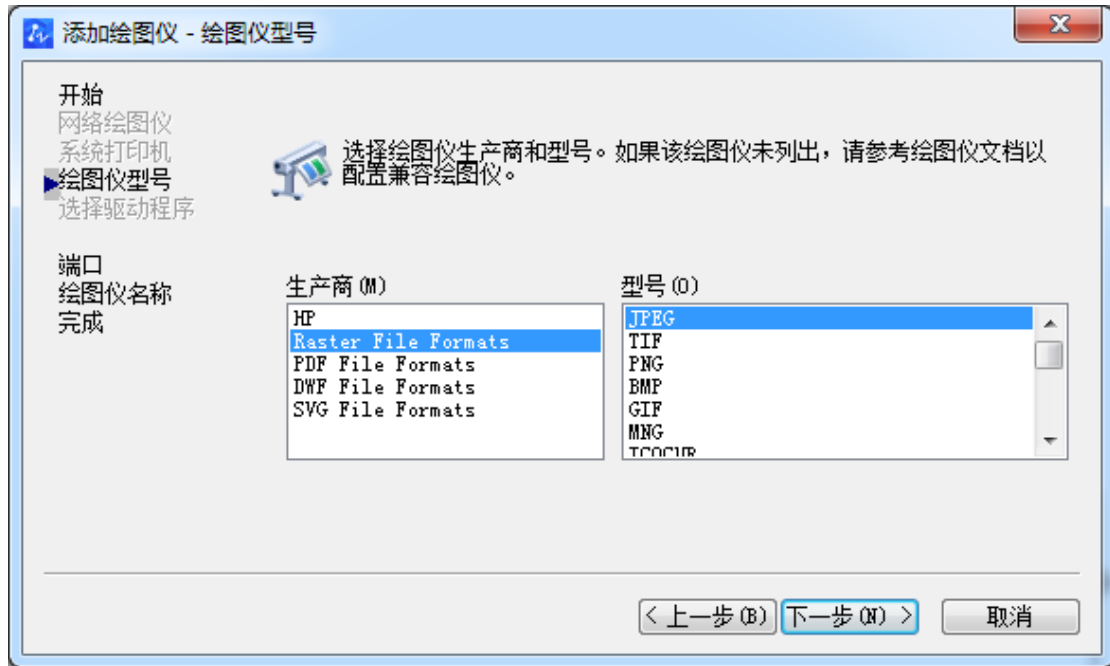

图 10-19 “添加绘图仪-绘图仪型号”对话框
4) 打开的“添加绘图仪-绘图仪型号”对话框，在“生产商”列表框中选择“Raster File Formats”，在“型号”中选择“JPEG”项，如图 10-19 所示，单击【下一步】